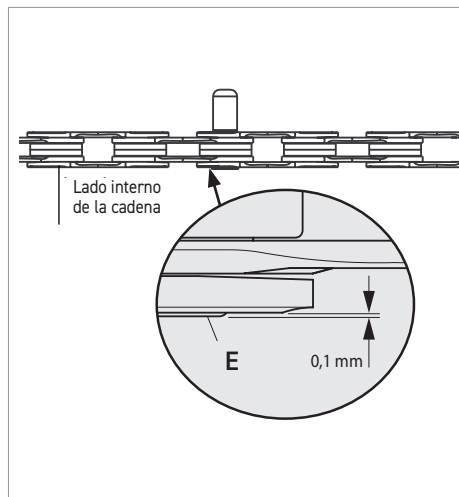

Fig.13
Para no arruinar irremediabilmente la cadena, NO ATORNILLAR la herramienta más allá del tope. Dejar que el casquillo ULTRA-LINK 5-CN-SR700 (E) sobresalga 0,1 mm del lado interno de la cadena (Fig. 13).